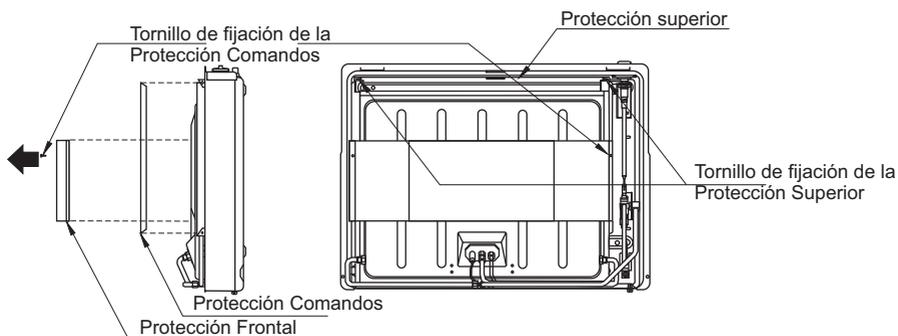

Fig. 4
- Retire la protección de los comandos, la protección frontal y la protección superior quitando los correspondientes tornillos de fijación (fig.4).